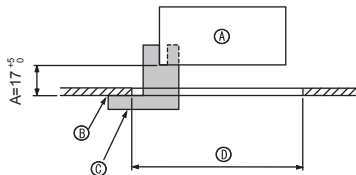

Fig. 5-2
①	Решетка	1	950 × 950 (мм)
②	Винт с привязной прокладкой	4	M5 × 0,8 × 25
③	Шаблон	1	(Поделен на четыре части)
④	Фиксатор	3
⑤	Винт	4	4 × 8
⑥	Винт	1	4 × 12
⑦	Угловая панель i-see sensor	1	для PLP-6BAE
5.2. Подготовка к установке вентиляционной решетки (Fig. 5-2)
- С помощью поставленного в комплекте шаблона ③ отрегулируйте и проверьте положение устройства по отношению к потолку. При неверном расположении устройства по отношению к потолку возможно прохождение воздуха или накопление конденсации.